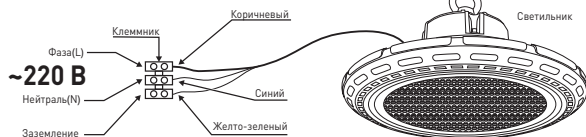

Рис. 1. Схема подключения светильника к сети 220В.
3.3.2. Этот провод необходимо подключить к проводу источника питания с помощью клеммника в соответствии со схемой, изображенной на рис. 1: